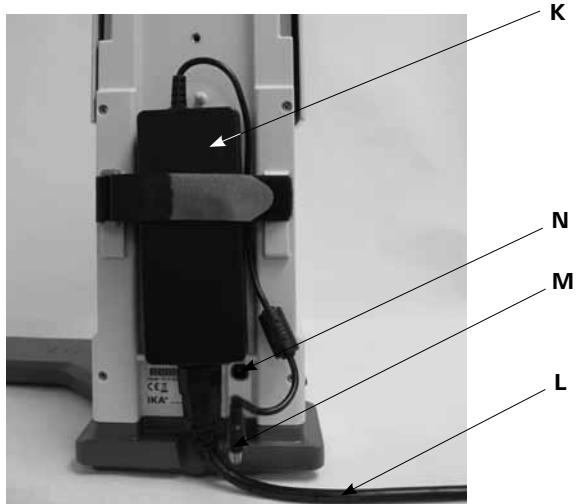

Fig. 9
3.) Fixer l'alimentation à découpage. (Fig. 9)
- Branchez le connecteur basse tension (**M**) à la prise de raccordement (**N**). (Fig. 9)